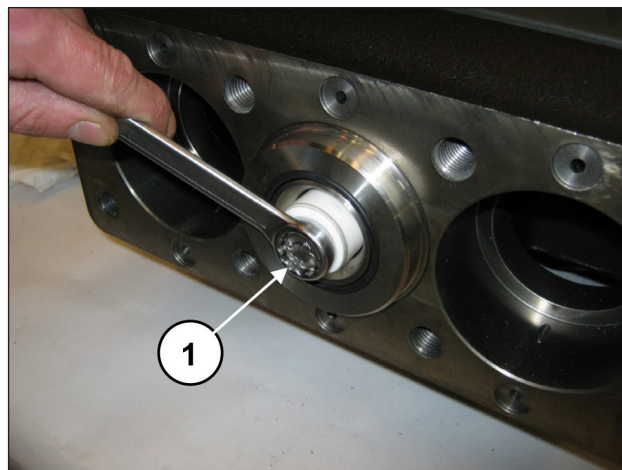

Fig. 172
Démonter les pistons en dévissant les vis de fixation (rep. ①, Fig. 172).